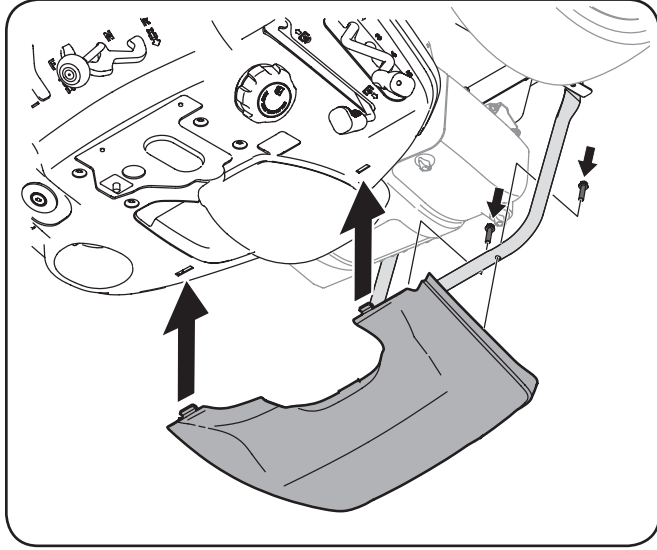

Figure 3-10
1. Retirez les deux vis hexagonales installées en usine situées sur le capot moteur. Conservez les vis pour des instruction plus tard. Voir Figures 3-10.
2. Installez le capot de moteur arrière en le plaçant comme à la Figure 3-10. Faites-le basculer vers l'avant pour l'ajuster dans les fentes aménagées, puis inclinez-le vers l'arrière pour aligner les trous de montage.